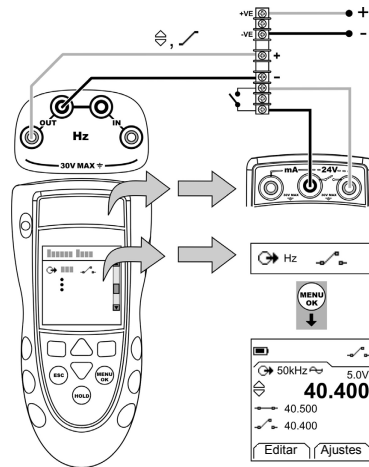

Figura 6: Ejemplo de configuración - Prueba de interruptor
1. Conecte el instrumento (Figura 6) y, si es necesario, ajuste las opciones de *Configurar* (Tabla 1).